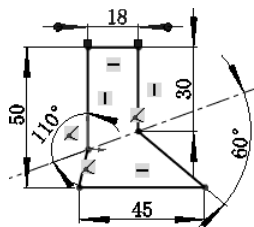

图 4.14.1 范例 2
本范例从新建一个草图开始，详细介绍了绘制、编辑和标注草图的过程。要重点掌握的是约束的自动捕捉及尺寸的处理技巧。范例图形如图 4.14.1 所示，下面介绍其创建的一般操作步骤。
Step2. 用同样的方法修改其余尺寸，最终结果如图 4.14.1 所示。